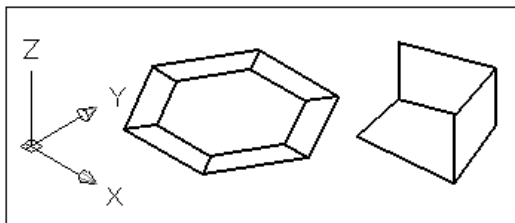

Рис. 3.9. Сети с произвольной ориентацией трехмерных поверхностей
- ❑ Команда позволяет строить сети с произвольной ориентацией трехмерных поверхностей в пространстве (примеры приведены на рис. 3.9).